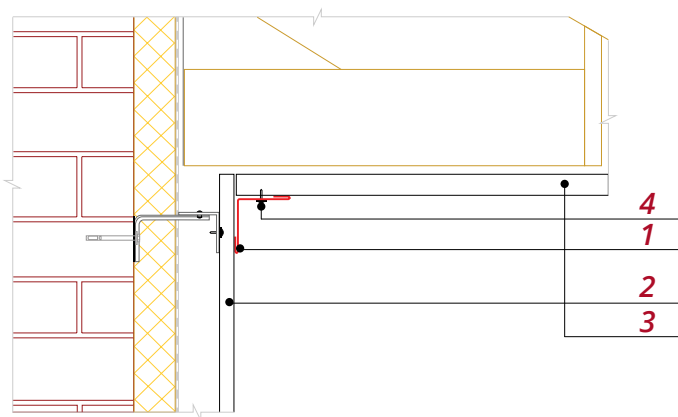

Рис. 7
4. Если требования к внешнему виду объекта не требуют скрыть крепеж, для отделки верхней части фасада используйте Планку угла внутреннего 50\*50 (рис. 7). Монтируйте планку после монтажа панелей.